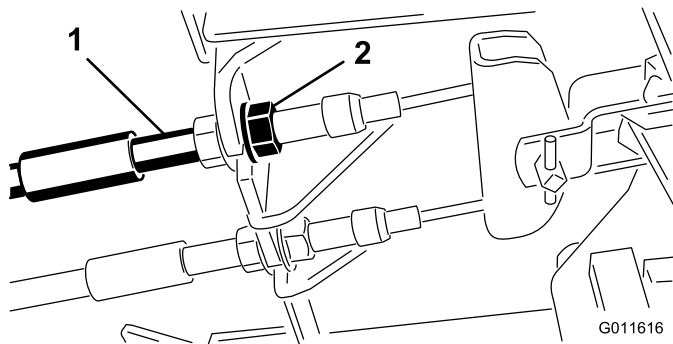

図 47
1. 遊びを減らす（ブレーキを締める）には、ブレーキケーブルのネジ山の前ナットをゆるめ、後ろのナットを締める（図 47）。